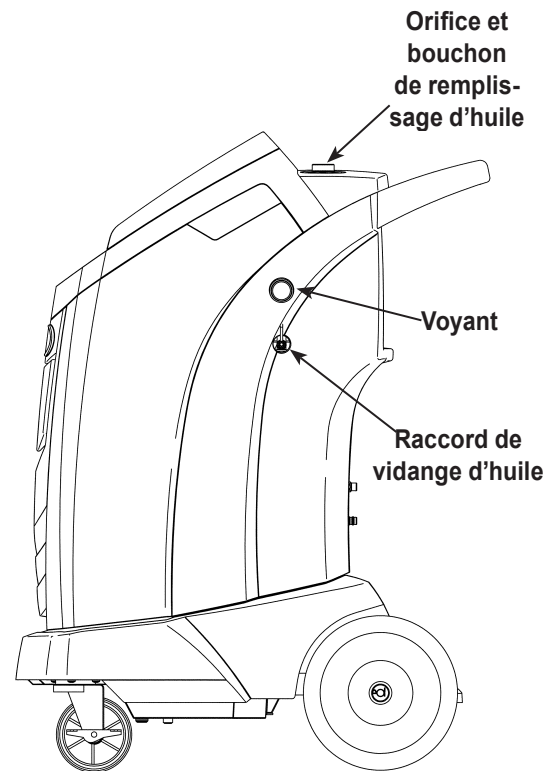

Figure 10
3. Ouvrez lentement le bouchon de remplissage d'huile pour vérifier qu'il n'y a pas de pression dans la machine. Enlevez ensuite le bouchon avec précaution. Reportez-vous à la Figure 10.